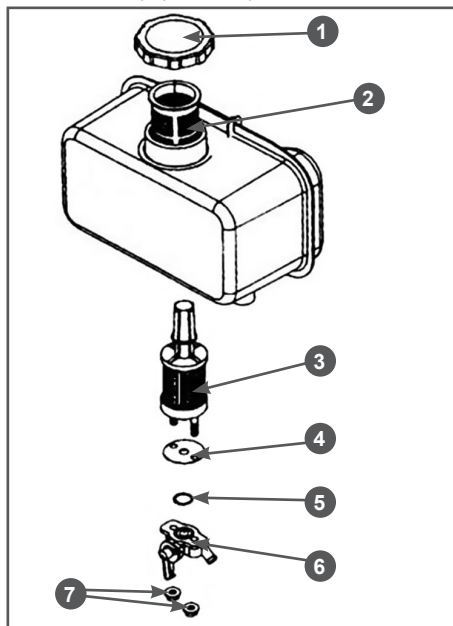

Рис. 25 Обслуживание топливного бака
8. Открутите гайки 7 крепления топливного крана и снимите топливный кран 6 (Рис. 25).
9. Извлеките бумажный фильтр 3 из топливного бака через заправочную горловину (Рис. 25).